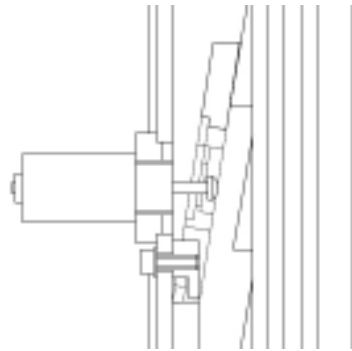

Fig.34 Abb.34
3. Installare i dispositivi di sicurezza incluso l'elettromagnete, il pannello di blocco automatico e il pannello di attacco all'interno di entrambe le colonne. (far riferimento alla fig.34). La prima fase è l'installazione dei dispositivi di sicurezza sotto entrambe le colonne.
3. Install the safety devices including electromagnet, automatic locking board and hock board inner both columns. (refer to Fig.34) The first step should install the safety devices under both columns.
3. Installer les dispositifs de sécurité, électro-aimant compris, le panneau de blocage automatique et le panneau de fixation à l'intérieur des deux colonnes (faire référence à la fig. 34). La première phase est celle de l'installation des dispositifs de sécurité sous les deux colonnes.
3. Instalar los dispositivos de seguridad incluido el electroimán, el panel de bloqueo automático y el panel de unión dentro de ambas columnas. (ver fig. 34). La primera fase es la instalación de los dispositivos de seguridad debajo de ambas columnas.